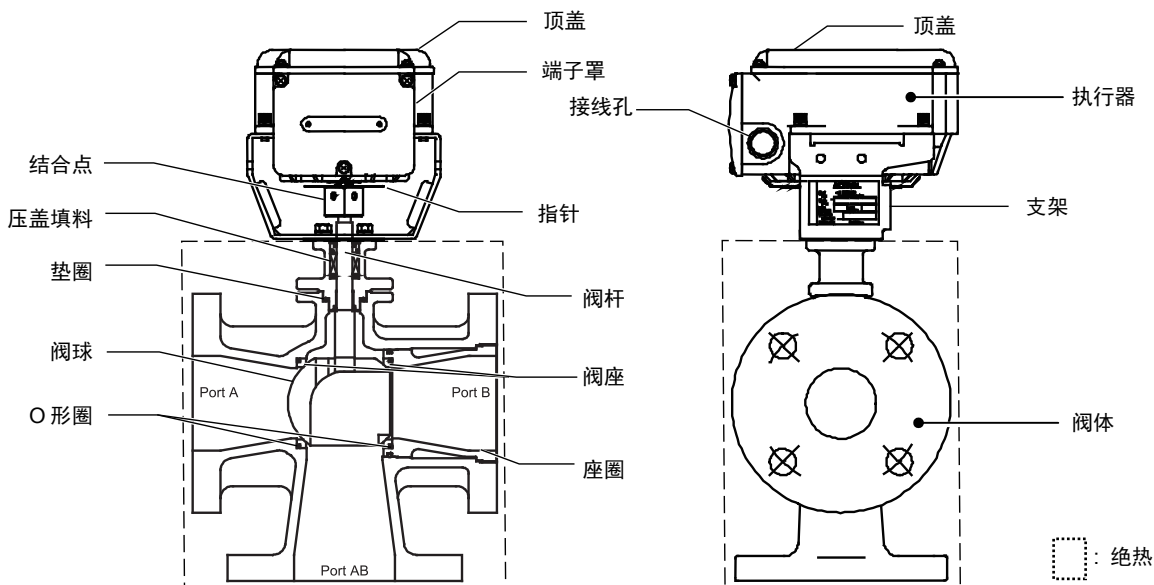

图3 各部分名称
- 4) 不得在执行器以及连接支架上使用绝热装置。如果必要，只可将绝热装置应用于图3虚线范围内的区域。